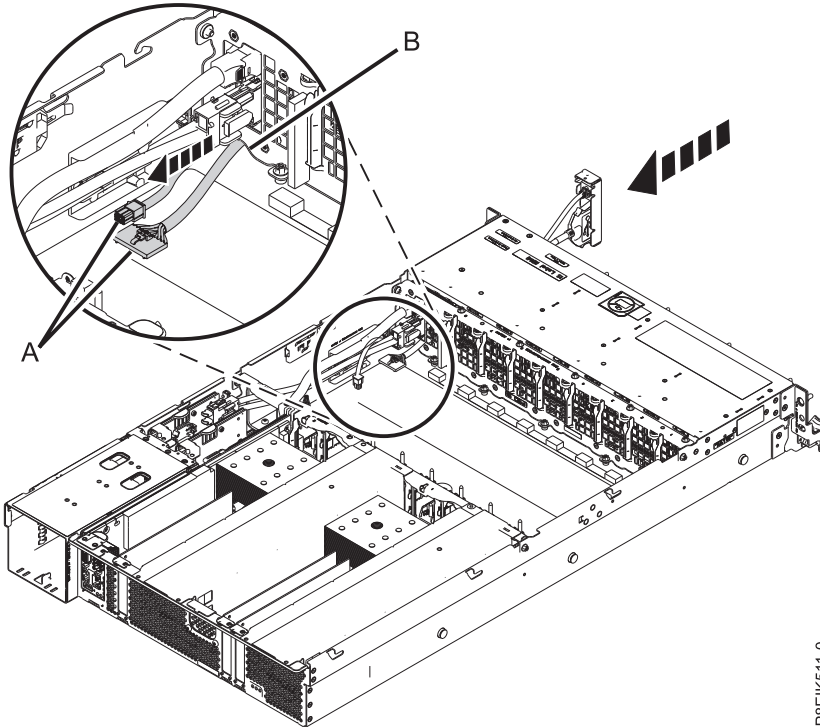

Figure 52. Routage des câbles sous la carte des ventilateurs et des unités de disque
Remarque : Le câble USB avant et le câble d'interrupteur d'alimentation (A) doivent se trouver dans la zone encastrée (B) de la carte des ventilateurs et des unités de disque. Si tel n'est pas le cas, ils peuvent être pincés et endommagés. Voir figure 52, à la page 44.